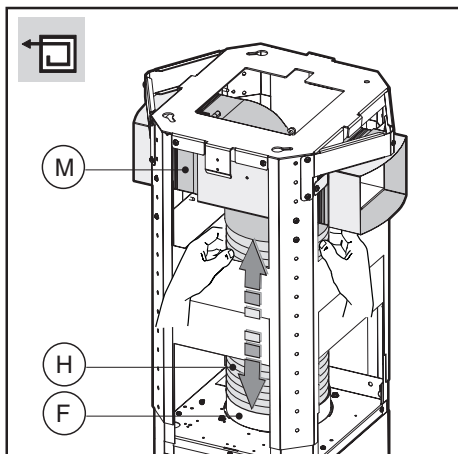

Fig.9
-**Version recyclage** : fixez le tuyau flexible **H** (non fourni) au déflecteur **M** (fig. 9).
- Fixez le tuyau flexible **H** sur la bride de raccordement **F** (fig. 9).